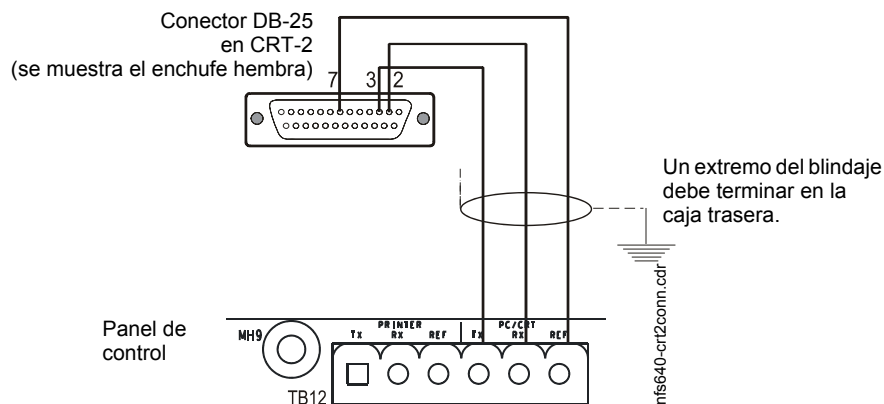

Figura 3.16 Conexión de un CRT-2
1. Conecte los tres (3) hilos abiertos del cable hecho a medida al bloque de terminales TB12 en el panel de control como se muestra en la Figura 3.16.